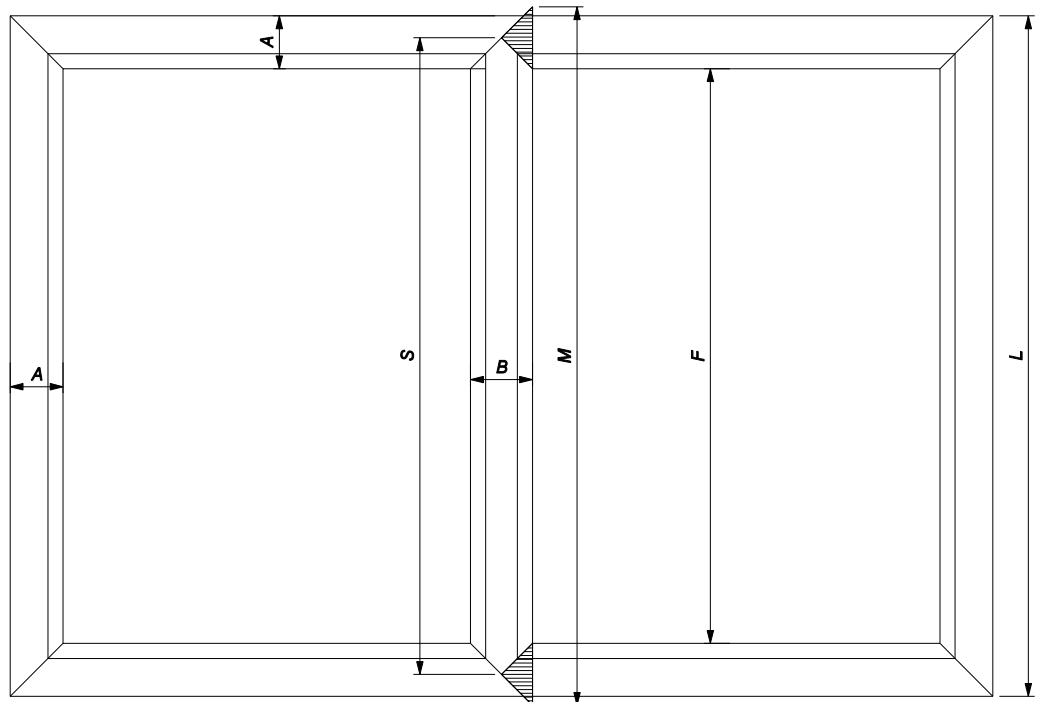

fig.11
5.2.3.3. T-profile 3180 (fig.11 till fig.13)